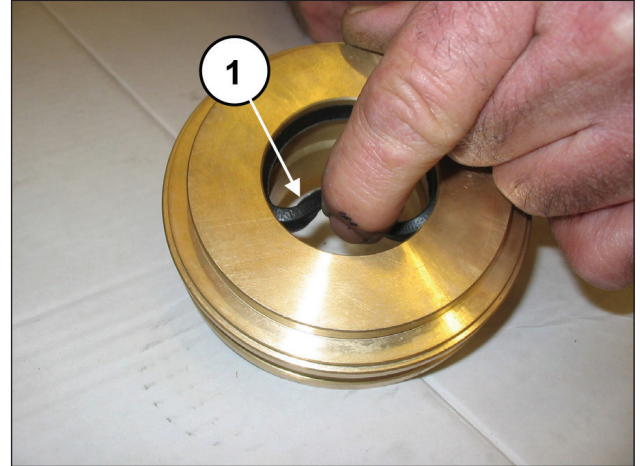

Fig. 134
Inserire la guarnizione di bassa pressione nel supporto guarnizione (pos. ①, Fig. 134) facendo attenzione al senso di montaggio che prevede il labbro di tenuta in avanti (verso la testata).